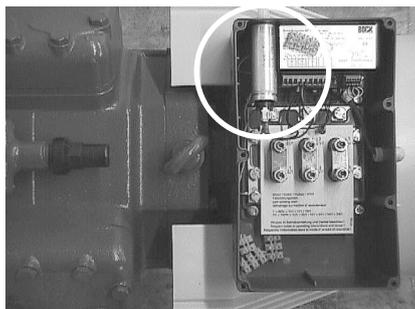

Abb. 1 / fig. 1 / fig. 1
- 2.2 Deckel des Klemmkastens öffnen. Stromzuführungskabel abklemmen. Gegebenenfalls bei HA-Verdichtern: Elektrokondensator abbauen (Abb. 1), Lüfterkabel abklemmen. Achtung, eventuell Restladung vorhanden! Spannungsfreiheit feststellen.
- 2.2 Open the terminal board cover. Disconnect the power lead. In HA compressors, also dismantle the electric capacitor (fig. 1). Disconnect the fan cable. Attention, residual charge may be present! Ensure that there is no voltage.
- 2.2 Ouvrir le couvercle du coffret bornier. Déconnecter le câble d'arrivée du courant. En plus, sur les compresseurs HA : Enlever le condensateur électrique (fig. 1). Déconnecter le câble du ventilateur. Attention, présence éventuelle d'une charge résiduelle ! S'assurer qu'il n'y a pas de tension.